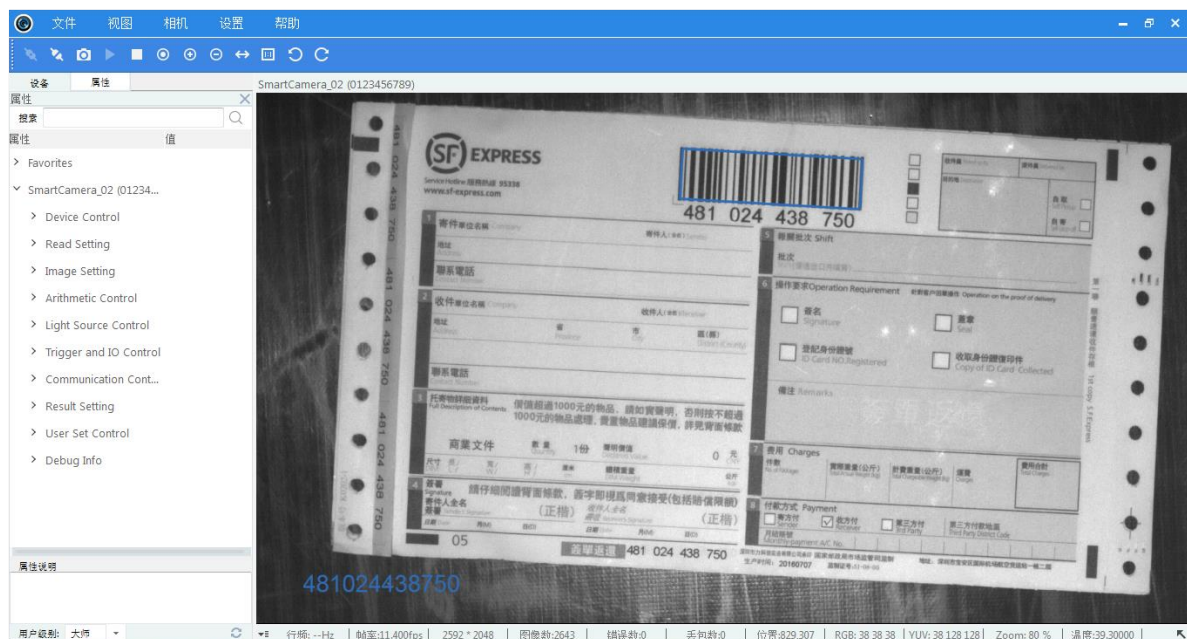

图4-5 智能相机读码界面
6. 图像效果调节清晰后，可对相机算法参数、运行模式等参数进行设置使得相机能读出条码，如图 4-5 所示。